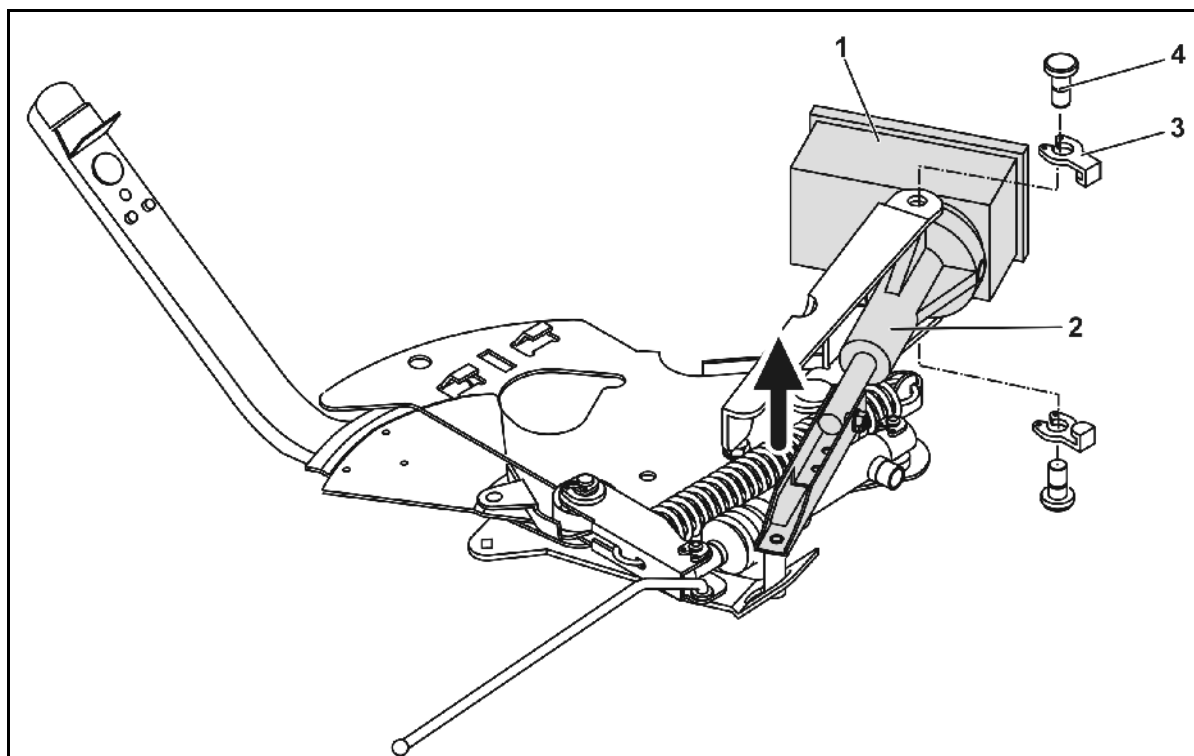

Fig. 82
1. Fjern begge de to låseklipsene (Fig. 82/3) med spesialtang.
2. Trekk ut de to svingboltene (Fig. 82/4).
3. Ta servomotoren (Fig. 82/1) ut av motorkonsollen.
4. Løft servomotoren, og frigjør støtstangen (Fig. 82/2) fra innstikksfestet til doseringsspjeldet.
Sikre den frakoblede støtstangen (Fig. 82/2) med egnede hjelpemidler, slik at den ikke svinger inn i hydraulikksylindrenes arbeidsområde.